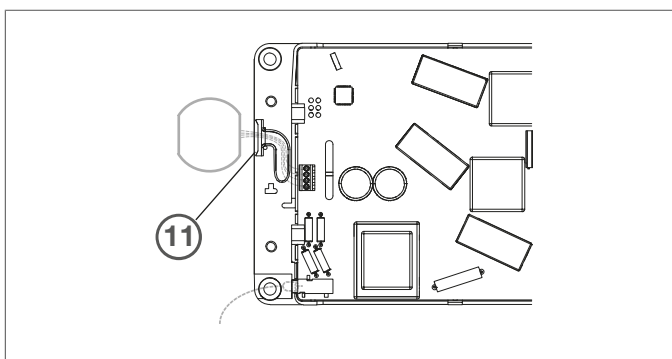

Figure 7: Raccorder une sortie libre de potentiel
- ① Retirer l'ouverture de passage (11) de la partie inférieure du boîtier (Bild 7).
- ② Raccorder la sortie libre de potentiel. Veiller à la polarité des raccords !
- ③ Serrer le câble dans la fente de guidage de câbles.